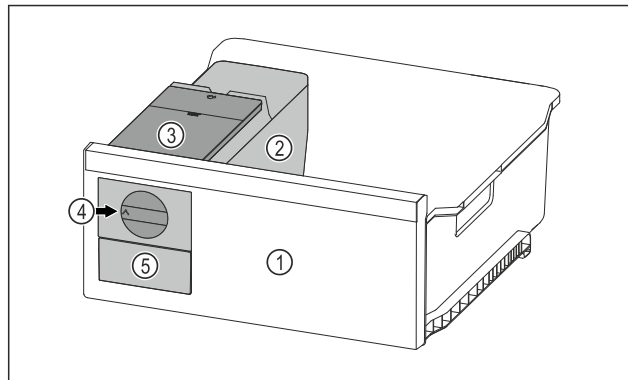

Fig. 97 Ilustrační zobrazení
- Otočte otočný knoflík Fig. 97 (4) ve směru hodinových ručiček až na doraz.
- Kostky ledu padají z misky na kostky ledu do zásuvky na kostky ledu Fig. 97 (5).